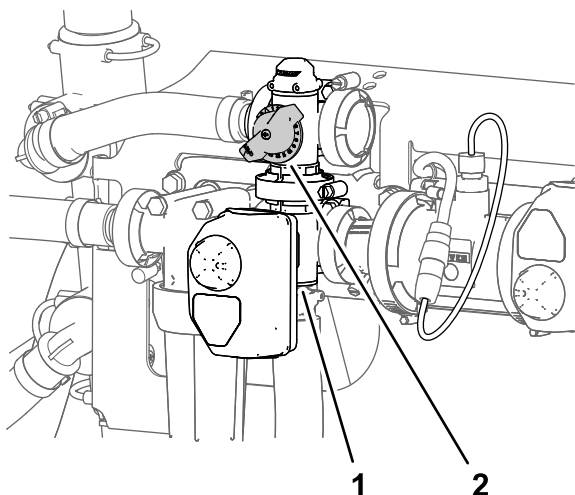

Figura 243
2. Ajuste la válvula de desvío de agitación (Figura 243) hasta que el indicador indique una presión del sistema de fumigación de 6,89 bar (689 kPa).